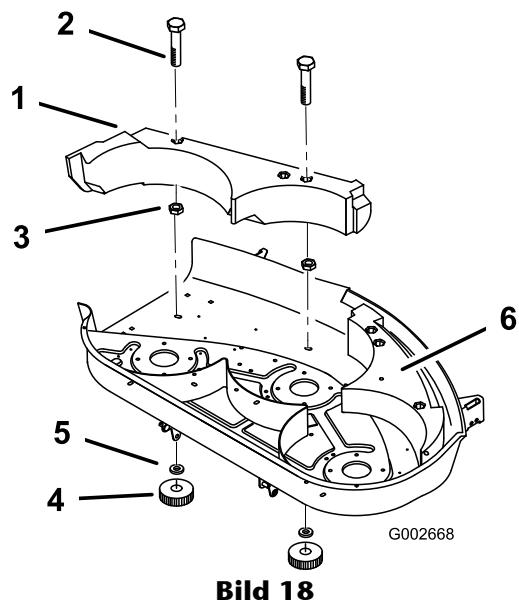

Bild 18
2. Entfernen Sie die Handräder und Wellenscheiben vom rechten Ablenkblech (Bild 18).
4. Montieren Sie das rechte Ablenkblech am Mähwerk mit den Handräder und den Wellenscheiben (Bild 18), die Sie in 2 abgenommen haben.